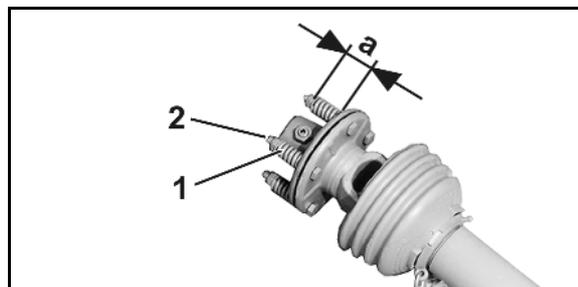

図 73
2. ばね (図 73/1) はナット (図 73/2) を緩めることで負荷を減らします。